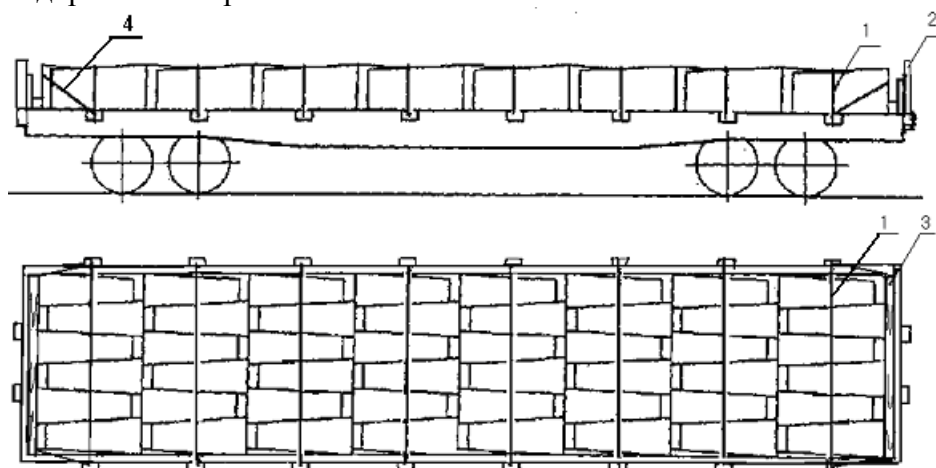

Рисунок 113
6.1. Изложницы массой единицы до 1,5 т включительно размещают на платформе (рисунок 113) в шесть рядов по ширине и в восемь рядов по длине вагона. Каждый ряд изложниц закрепляют обвязками (поз. 1) из проволоки диаметром 6 мм в две нити за стоечные скобы платформы. Изложницы, размещенные у торцевых бортов в крайних рядах, увязывают между собой за имеющиеся на них скобы и за стоечные скобы платформы обвязкой (поз.4) из проволоки диаметром 6 мм в восемь нитей. У каждого торцевого борта платформы укладывают по одному поперечному упорному брусу сечением не менее 100х100 мм и длиной, равной ширине платформы. Каждый брусок прибивают к полу десятью гвоздями диаметром 6 мм и длиной не менее 150 мм. Торцевые борта платформы подкрепляют короткими стойками.